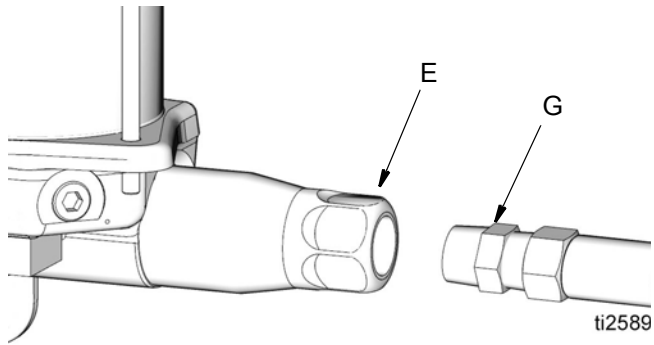

FIG. 8
6. Raccorder la sortie (E) de la pompe à la conduite de lubrification (G) (FIG. 8).